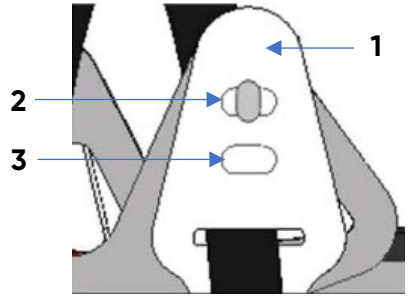

Fig. 2
Der Helm verfügt über zweistufige Einstellung der Tragehöhe (Fig.2). Nach dem Aufsetzen des Helms ist sicherzustellen, dass die Tragegurten richtig auf die Kopfhöhe eingestellt sind. Standardmäßig werden die Gurthaken (1) in der